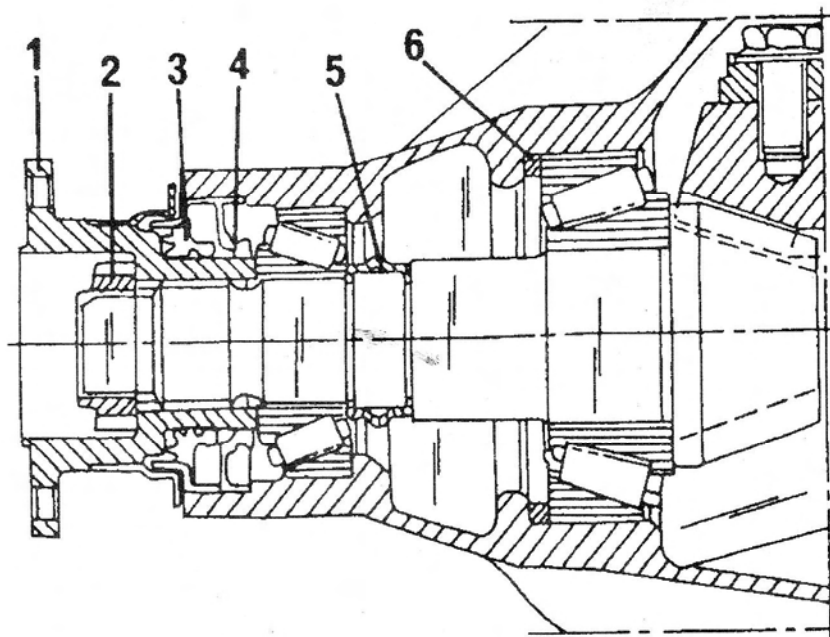

Рис. 202. Разрез редуктора заднего моста с указанием положения отдельных деталей.
- Законтрить шлицевую гайку от затягивания и подсоединить карданный вал. В заключение залить масло в задний мост в соответствии с указаниями следующего раздела. Для неопытного механика для изучения положения отдельных деталей следует посмотреть рисунок 202.